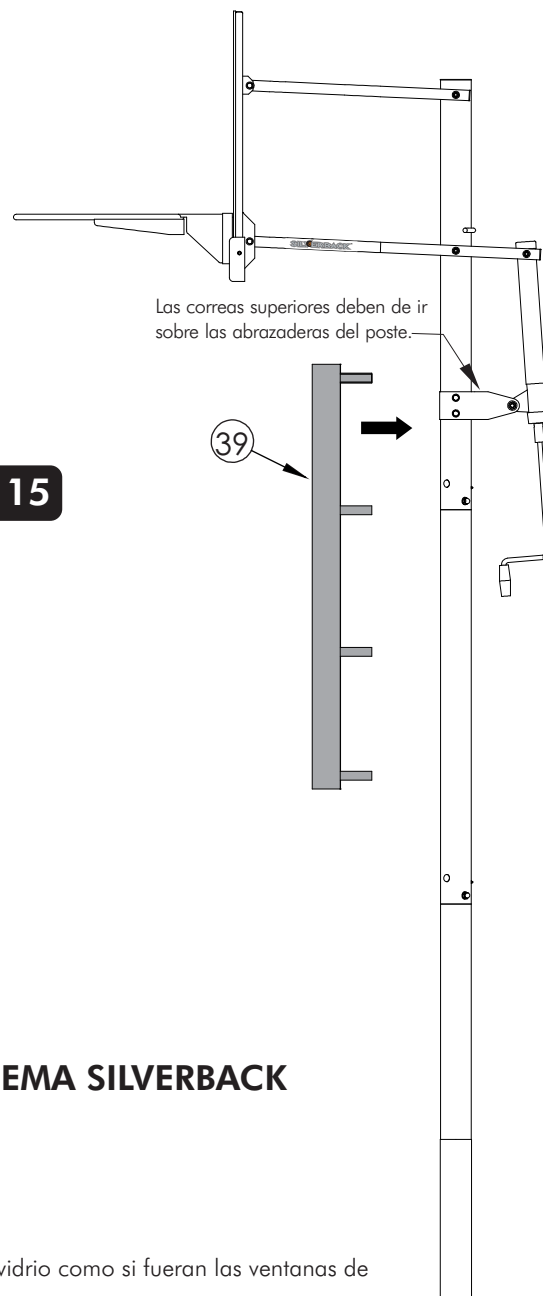

Figura 15
- 34.** Coloque la almohadilla (#39) a la parte del frente del poste y asegúrela con las correas de velcro. Las correas de la parte superior de la almohadilla deben de estar arriba de las abrazaderas del poste. Vea la **Figura 15**.